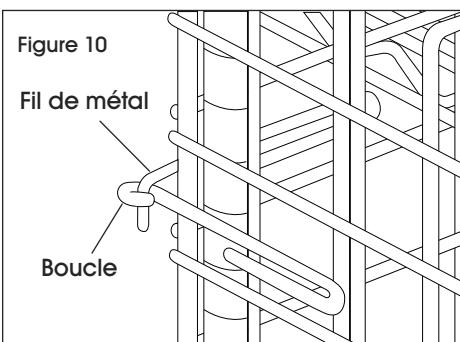

Figure 10
1. Montez le panneau arrière gauche en premier. Placez les fils en métal orientés vers le bas dans les boucles du panneau latéral. (Voir Figure 10)